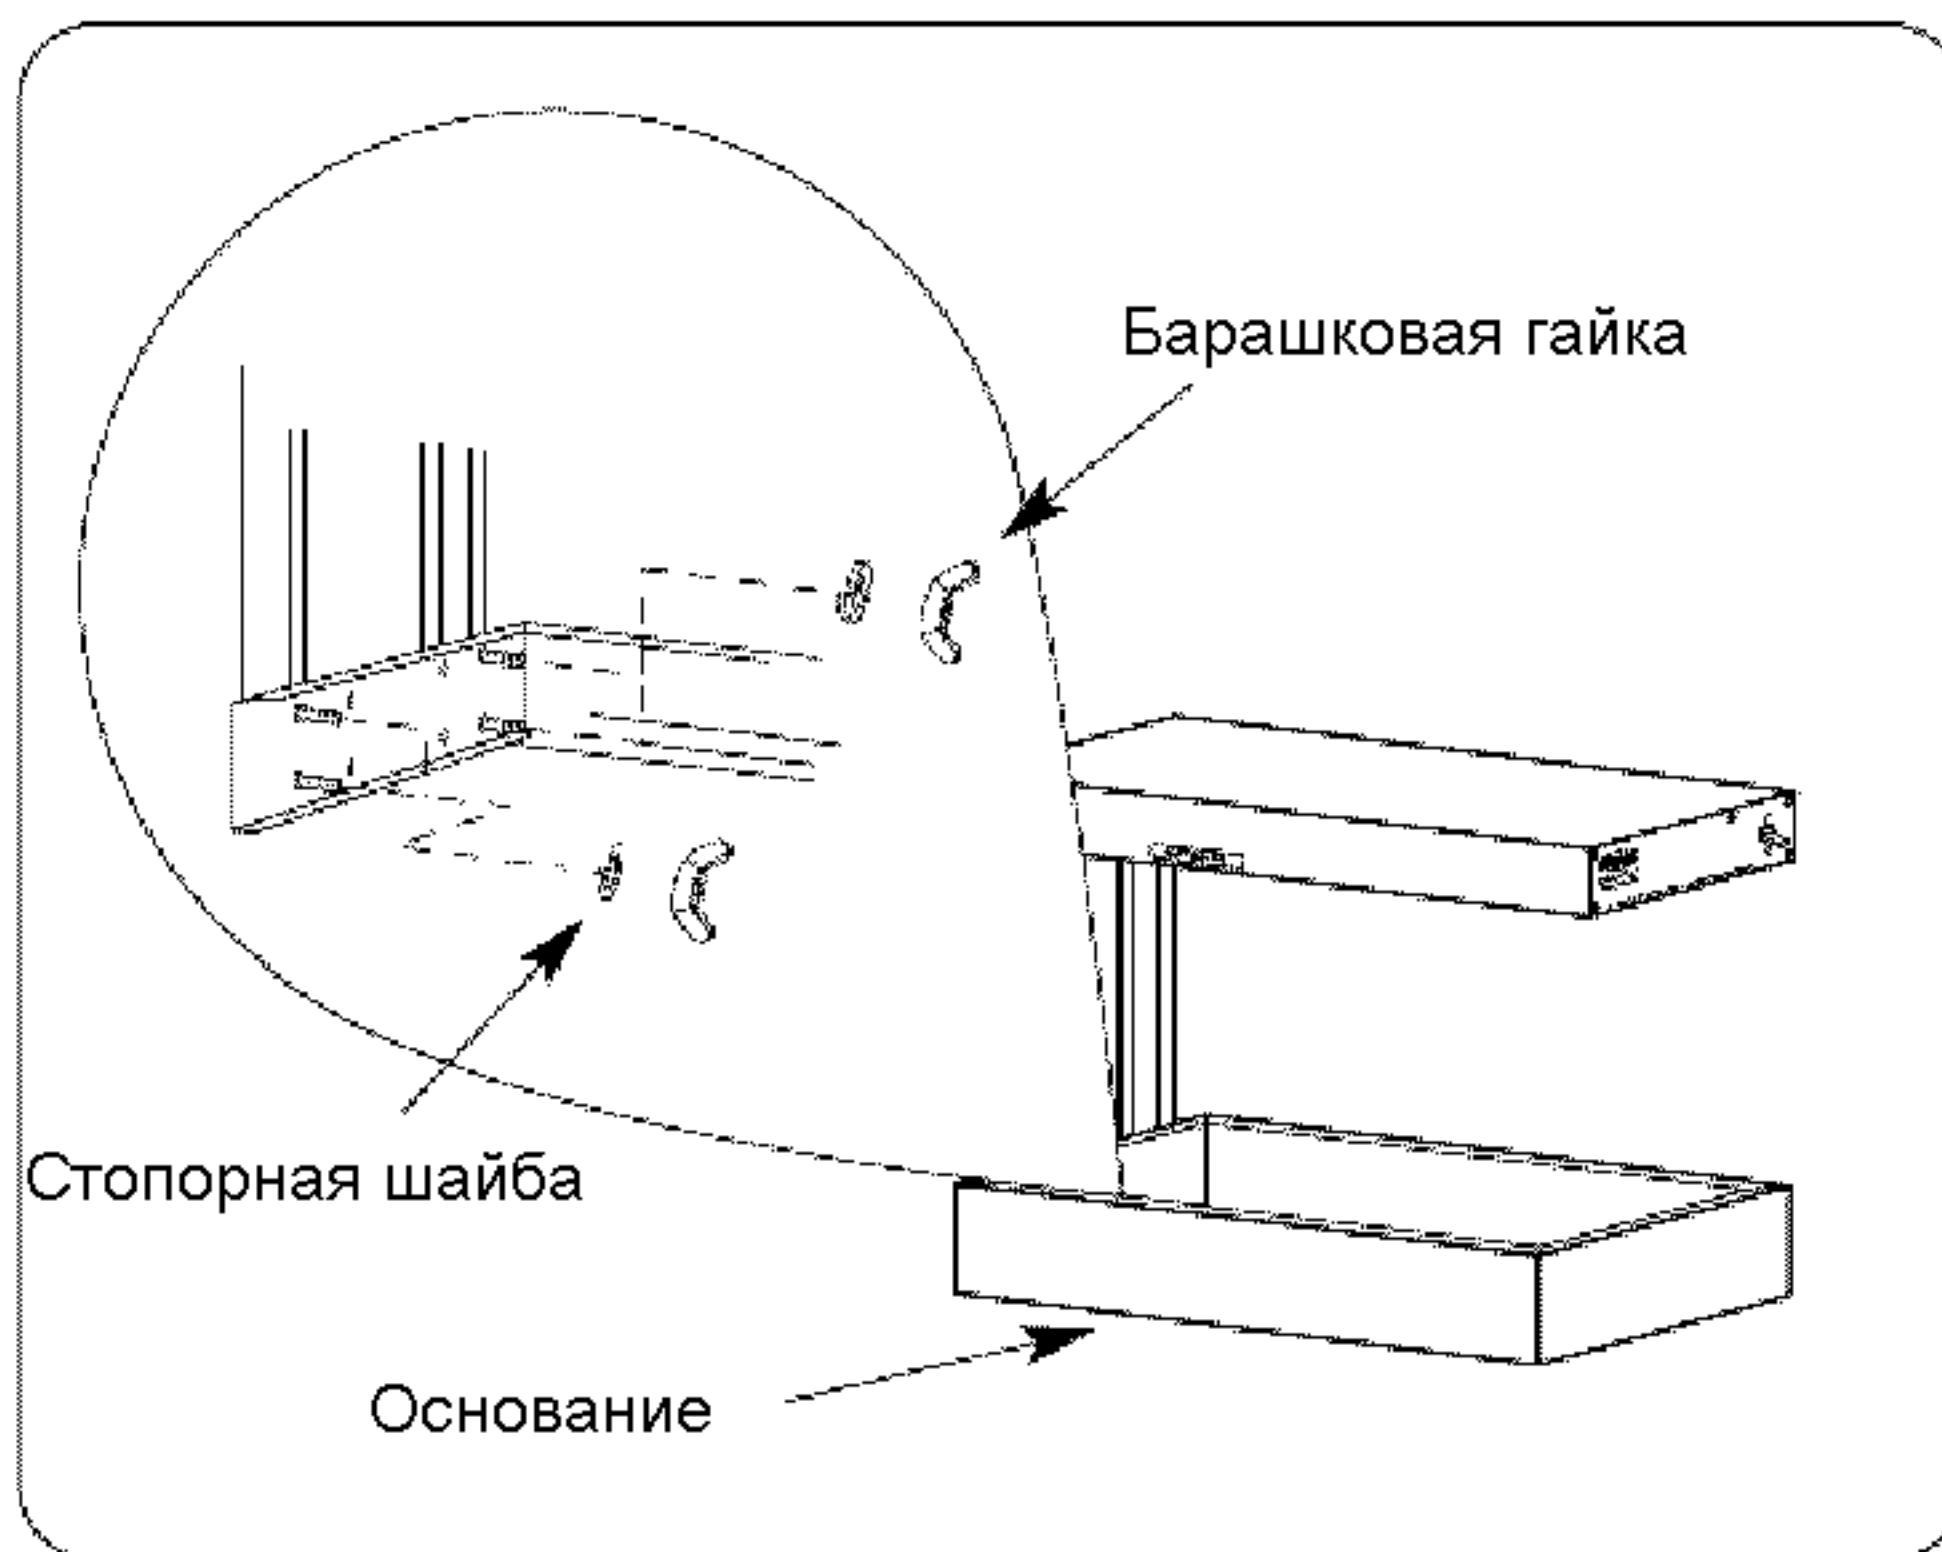

Рис. 14. Сборка верхнего корпуса с опорными консолями и основания
- e) Прикрепите верхний узел к основанию с помощью стопорных шайб и барашковых гаек. (См. рис. 14.)